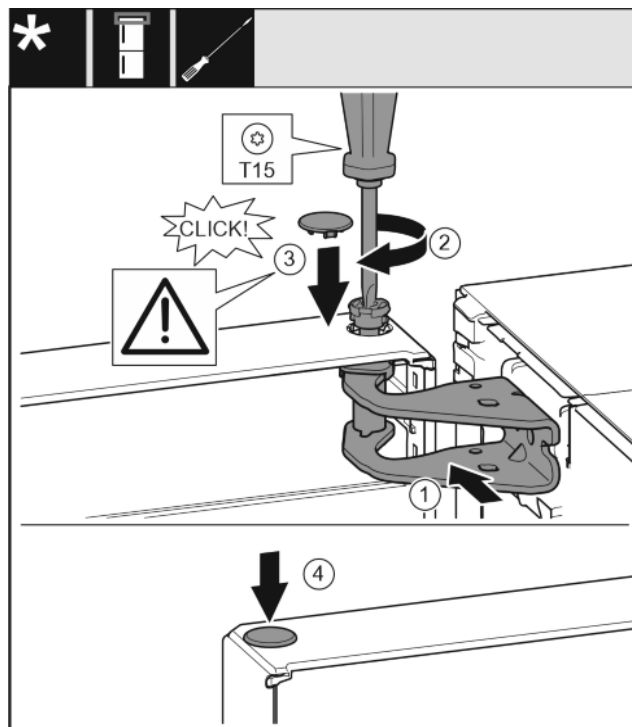

Fig. 17
- ▶ Aliniați ușa sus spre deschizătură în suportul de lagăr. Fig. 17 (1)
- ▶ Introduceți bolțul și înșurubați-l ferm cu șurubelnița T15. Fig. 17 (2)
- ▶ Montarea capacului de siguranță pentru siguranța ușii: Introduceți capacul de siguranță și controlați dacă este așezat pe ușă. În caz contrar, introduceți complet bolțul. Fig. 17 (3)
- ▶ Introduceți dopul. Fig. 17 (4)